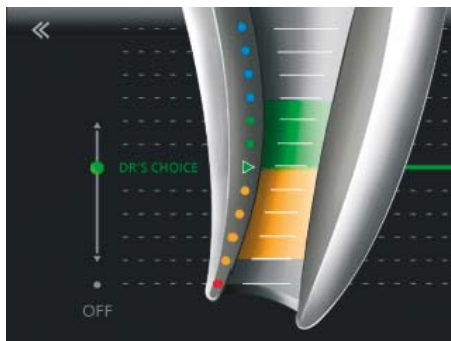

Fig. 23 Linea DR'S CHOICE impostata
- Impostare la linea apicale variabile nella posizione desiderata, ad es. in corrispondenza dell'ultima barra gialla (Fig. 23).